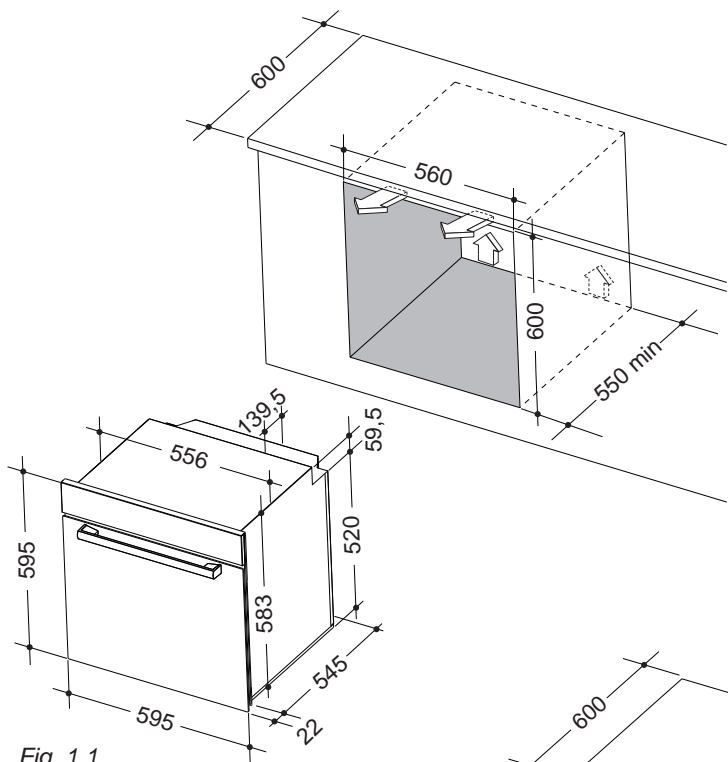

Fig. 1.1
- Per l'installazione é necessario creare un vano come illustrato nelle figure 1.1 e 1.2.
È molto importante assicurare la necessaria ventilazione interna, creando dei canali di aerazione come illustrato nelle figure 1.1, 1.2, 1.3 e 1.4.